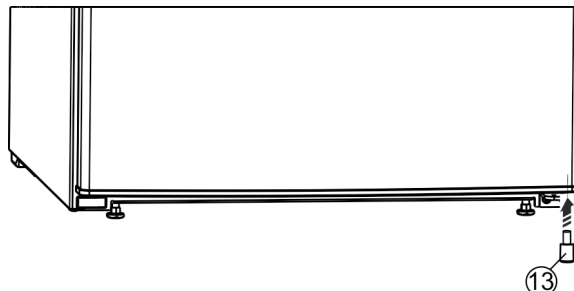

Fig. 7
- Dištančný diel Fig. 7 (13) nasadíte znovu vpravo dole do dverí, pretože je to dôležité pre stabilitu zariadenia.